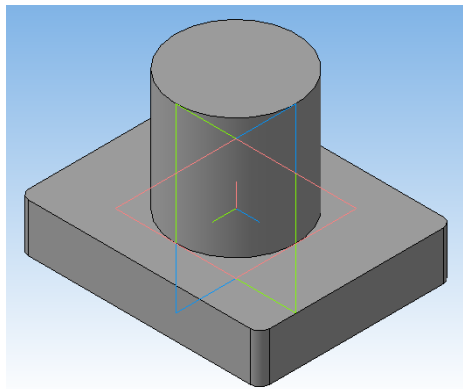

Рис. 4
9. Затем операцией **Выдавливание**  достраиваем окружность до цилиндра, задав **Обратное направление**  и расстояние – 50 мм. (рис.4)